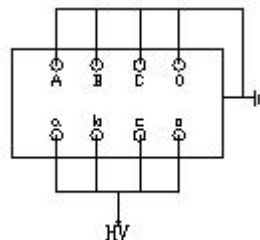

图 6-11 变压器反接法
- (3)：反接法、电压为 10KV、二次绕组对一次绕组及地、接线见图 6-11